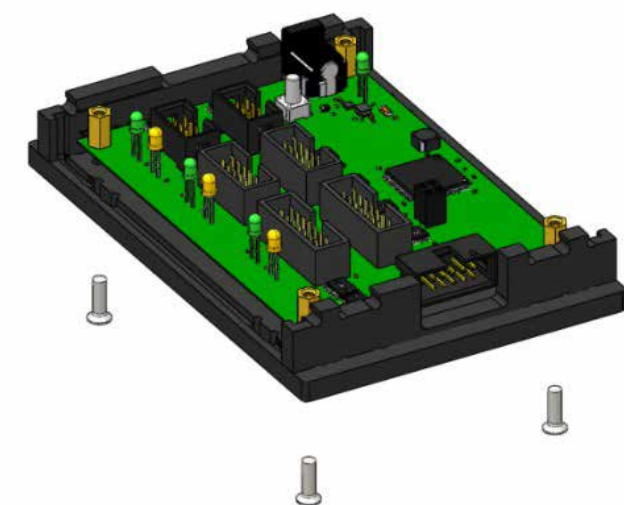

Рисунок 99. Крепление нижнего основания
3) Прикрепить плату к нижнему основанию с помощью четырех латунных стоек PCHSS M3x8 и четырех винтов с потайной головкой M3x10 (рисунок 99):